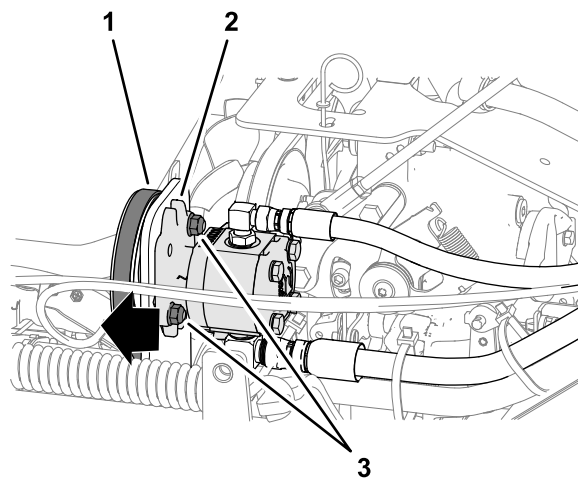

Figura 51
3. Afloje las 2 contratuercas con arandela prensada ( $\frac{3}{8}$ " ) que sujetan la bomba auxiliar al soporte de montaje (Figura 51).
4. Deslice la bomba hacia fuera (Figura 51) en las ranuras y apriete las contratuercas con arandela prensada a 37 – 45 N·m (27 – 33 pies-libra).